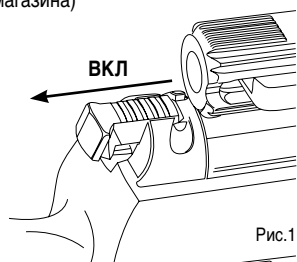

Рис.1
- чтобы установить винтовку на предохранитель, необходимо перевести кнопку предохранителя в положение ВКЛ, как изображено на рис.1. В данном положении ваша винтовка находится в безопасном режиме.